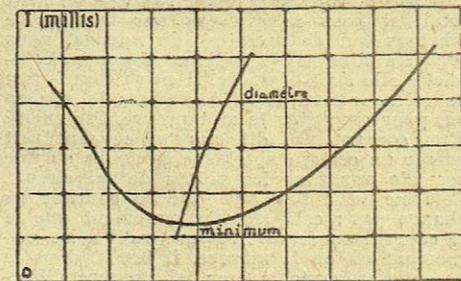

Fig. 2 Graduation du C.V.
Le maître de la voirie n'avait pas pensé à cela. Il eut à se documenter. A la réunion suivante du Conseil, il apportait la liste suivante des points qu'il avait pu déterminer en usant du montage représenté par la figure 2. Le tracé de la voie Caractéristique de lampe fut prolongé en conséquence.
10. — Pour étalonner l'ampèremètre thermique construit d'après les données ci-dessus, il suffira de l'insérer, d'après le schéma de la figure 2 dans un circuit auquel sera connecté avec lui un ampèremètre-étalon. On